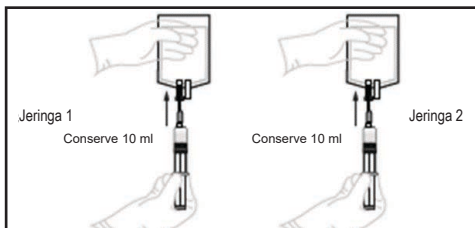

Figura 14.
- 4.2 Acople una aguja de filtro estéril a una de las jeringas de carga. Con la aguja de filtro apuntando hacia arriba, expulse el sobrenadante permitiendo que permanezcan en la jeringa ~10 ml. Repita el paso con la segunda jeringa de carga (Figura 14).